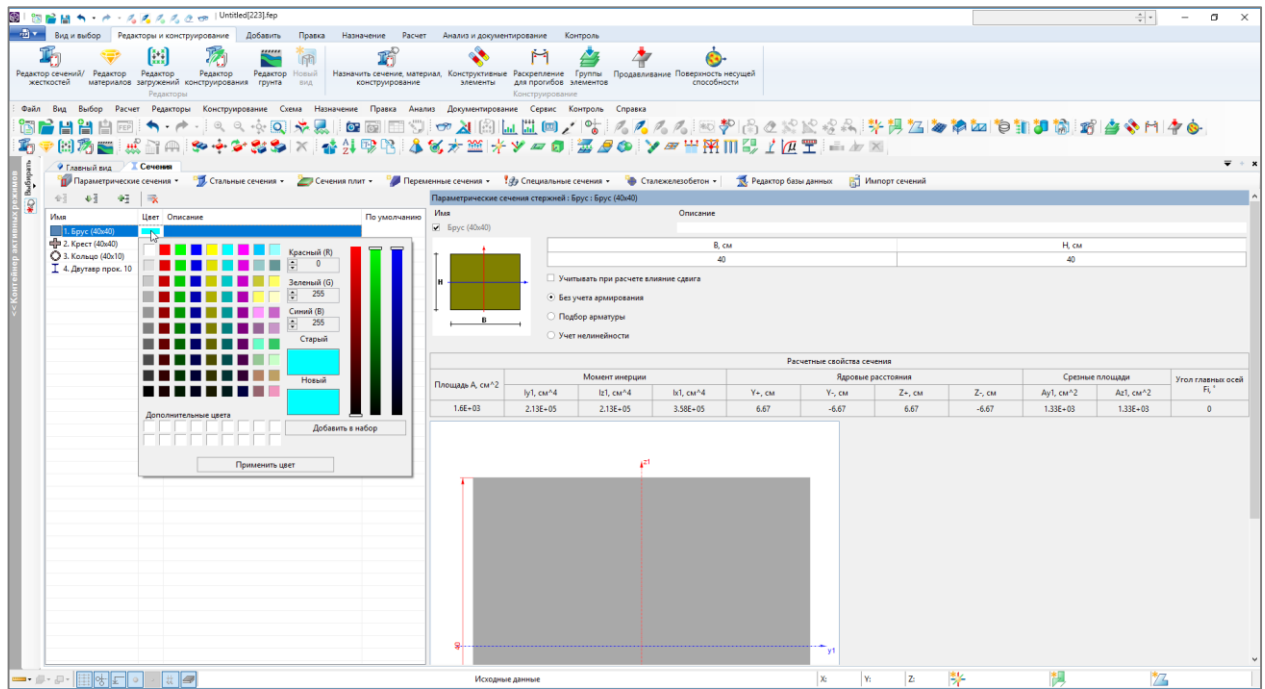

Рис. 2.341. Редактирование таблицы жесткостей элементов
2. **Цвет** — выбирается щелчком мыши в поле ввода **Цвет** (рис. 2.341).